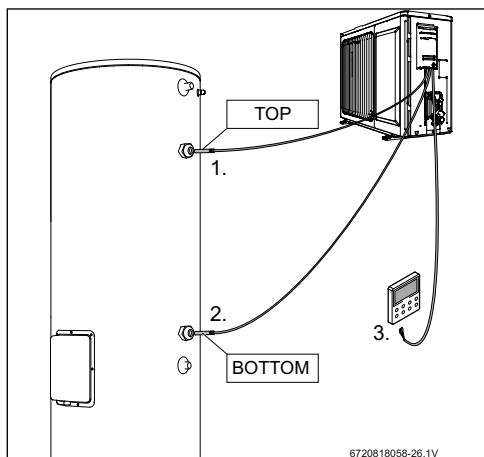

Fig. 42 Raccords pour capteurs et module de commande
- ▶ Faire passer la sonde « **partie Haute ballon** » [1] par le passe-câbles dans le doigt de gant supérieur du ballon jusqu'à ce qu'elle touche le bout du doigt de gant (fig. 42).